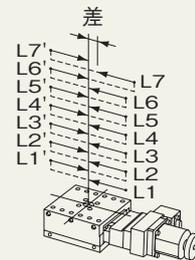

図5
③ロストモーション【図5】[JIS B 6330-1980 準拠]